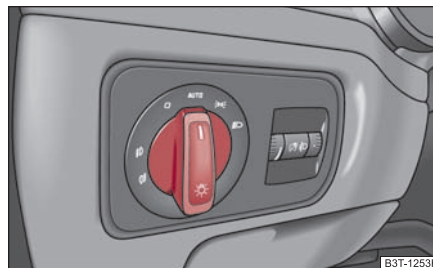

Fig. 56 Cuadro de interruptores: Conmutador luz
- Gire el conmutador de luces ⇒ fig. 56 hasta la posición **AUTO**.
- Gire el conmutador de luces ⇒ página 62, fig. 56 hasta la posición **AUTO**.